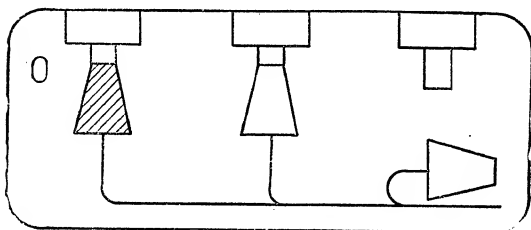

Рис. 5
3. Для поддержания слабого кипения втулка с электрошнуром другого цвета, соединенная с контактом О, отключается и переносится на другой штифт, а одна из втулок с электрошнуром одинакового цвета остается не-включенной (рис. 5).